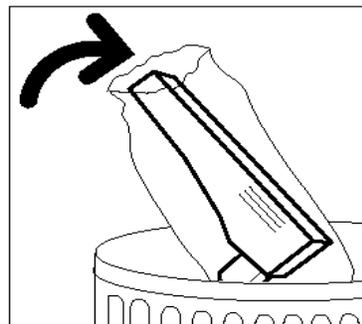

Figura 37: Descartar o cartucho usado
- 7 Coloque o cartucho usado em um saco plástico, conforme ilustrado na Figura 37, e descarte-o de acordo com os regulamentos locais.